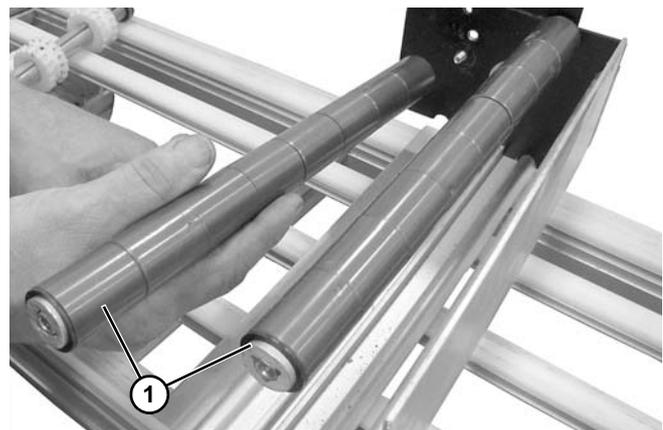

Abbildung 53
11. Wellen (**Abbildung 53, Teil 1**) herausnehmen; verschlissene Wellen austauschen.